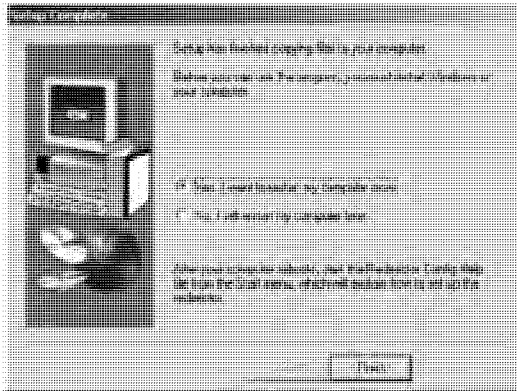

Рис. 25. Окно окончания установки
3. После завершения установки появится диалоговое окно *Setup Complete* («установка завершена», рис. 25).